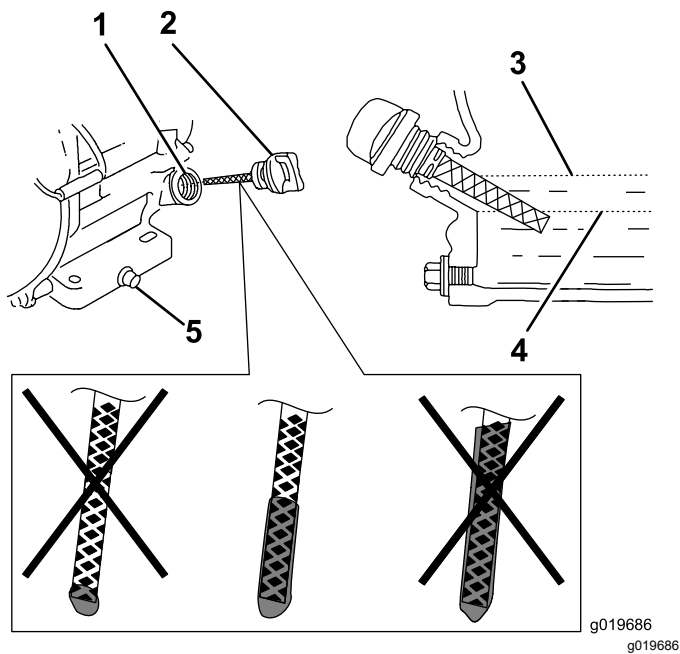

Рисунок 26
6. Выньте щуп и проверьте уровень моторного масла (Рисунок 26).